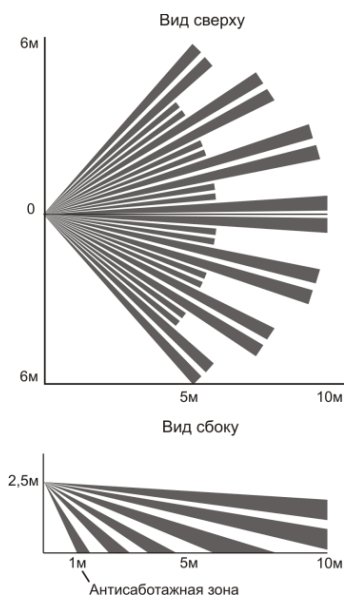

Рисунок 2.1 - Диаграмма объемной зоны обнаружения (исполнение А)
- объемная (диаграмма объемной зоны обнаружения – рис. 2.1, 2.3)